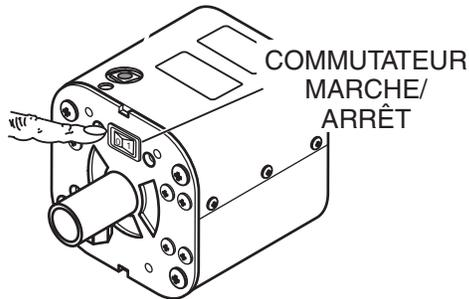

Figure 26. Interrupteur Marche/Arrêt
1. Avant de mettre sous tension, s'assurer que le commutateur d'alimentation **Marche/Arrêt** (Figure 26) soit à la position d'arrêt **OFF**.
4. Allumer le commutateur d'alimentation **Marche/Arrêt** (Figure 26). Le ballon commencera à se gonfler et la lampe s'allumera.